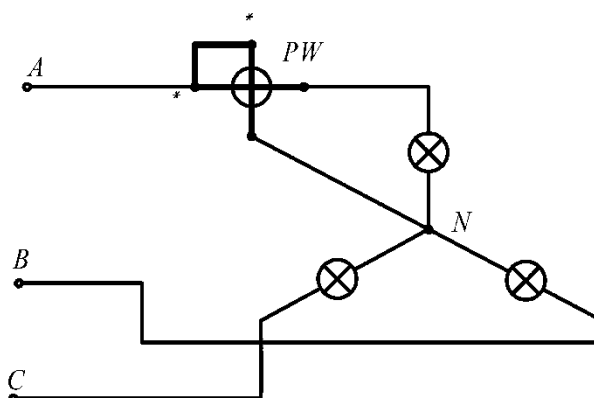

Рис. 5. Схема измерения активной мощности трехфазной цепи одним однофазным ваттметром при доступной нулевой точке
2. Собрать схему, указанную на рис. 5 и проверить ее.